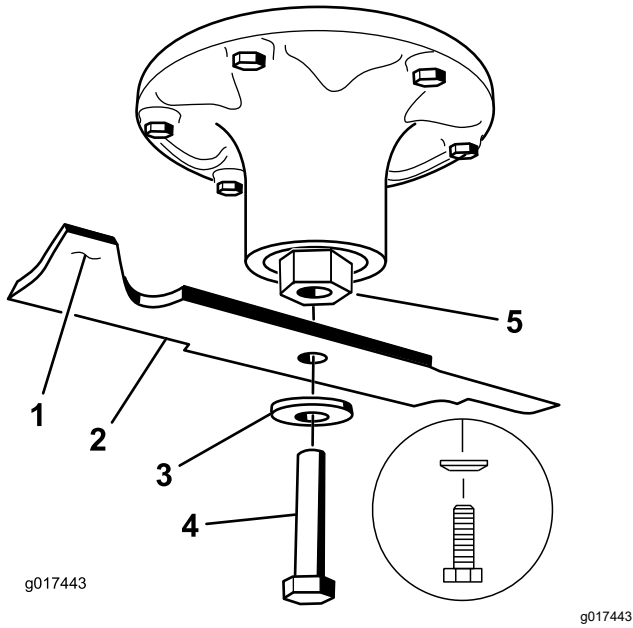

Figure 115
2. Enlevez des axes des lames gauche et centrale, le boulon de lame, la rondelle bombée et la lame (Figure 115).
1. Reposez sur les axes, les lames gauche et centrale, les rondelles bombées et les boulons de lame (Figure 115 et Figure 116).
Remarque: Orientez le cône de la rondelle bombée vers la tête du boulon (Figure 115).
2. Posez sur l'axe, la lame droite, la rondelle bombée et le boulon (fileté à gauche) (Figure 115 et Figure 116).